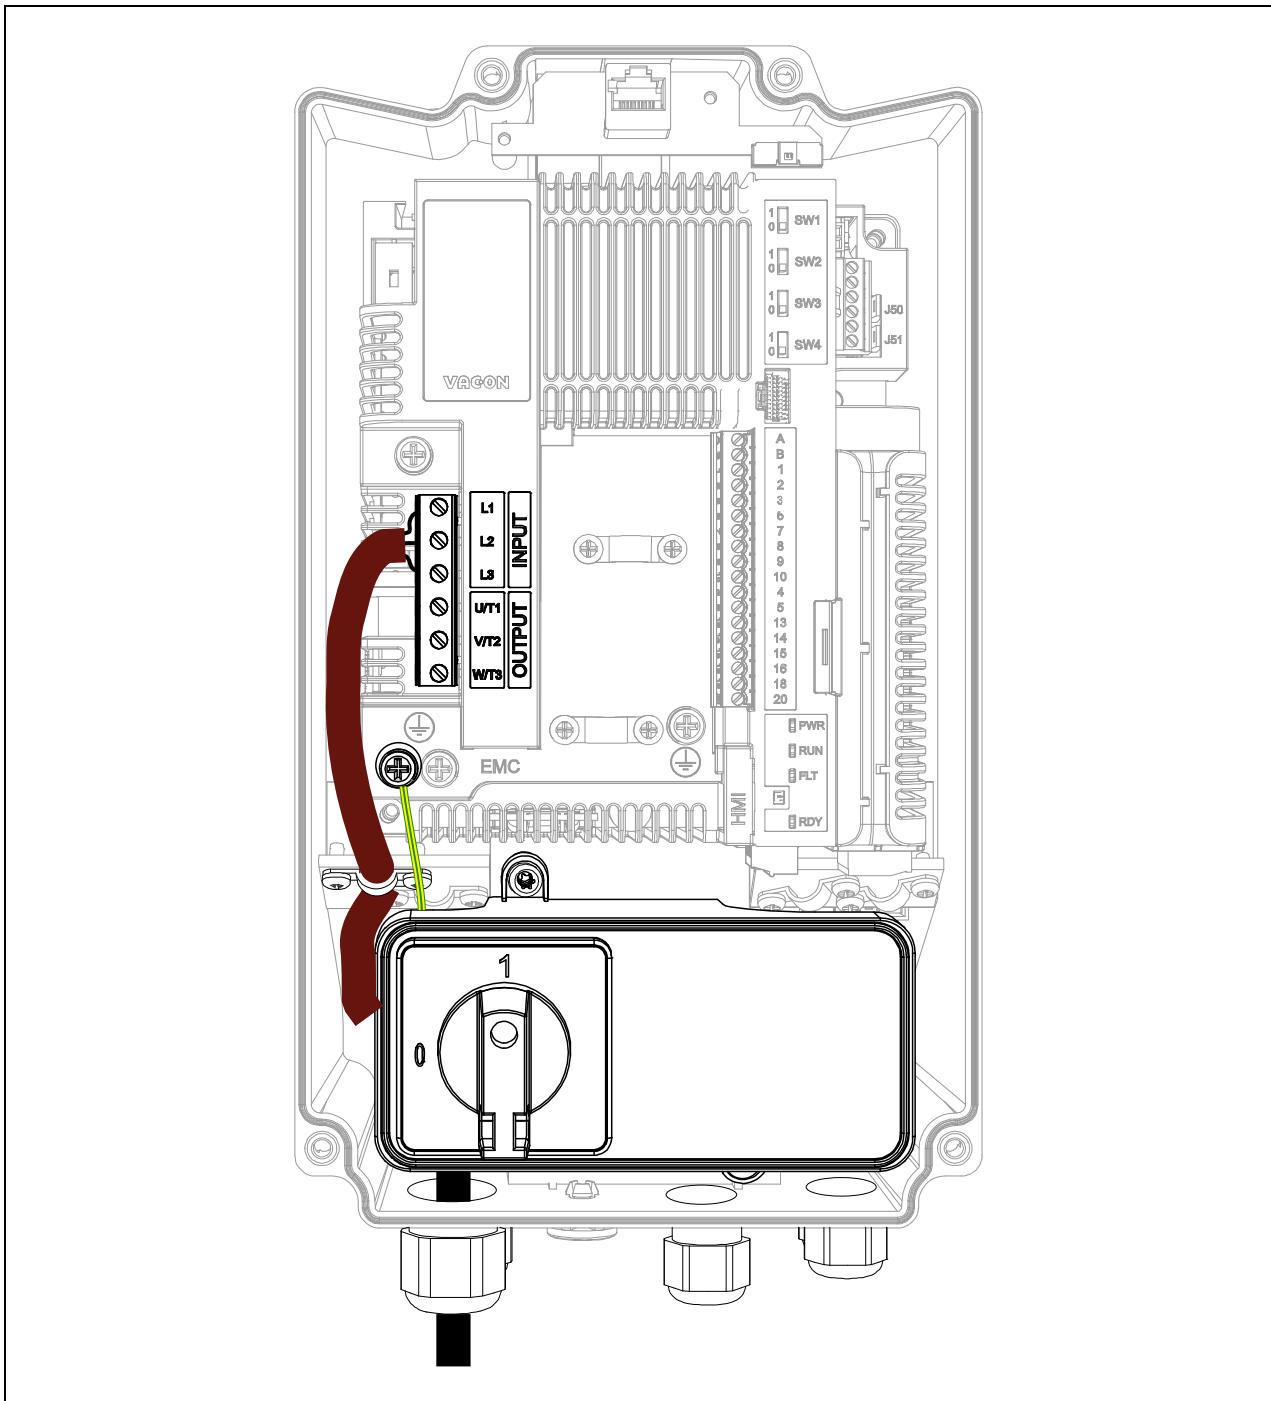

Figura 65. Interruptor de red eléctrica con los cables conectados (ejemplo con unidad MU2 trifásica).
- Conecte el cable de puesta a tierra al terminal adecuado (véase el cable amarillo-verde de la Figura 65).